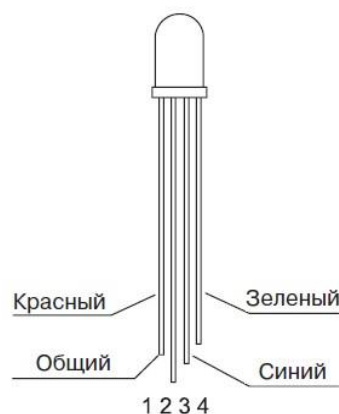
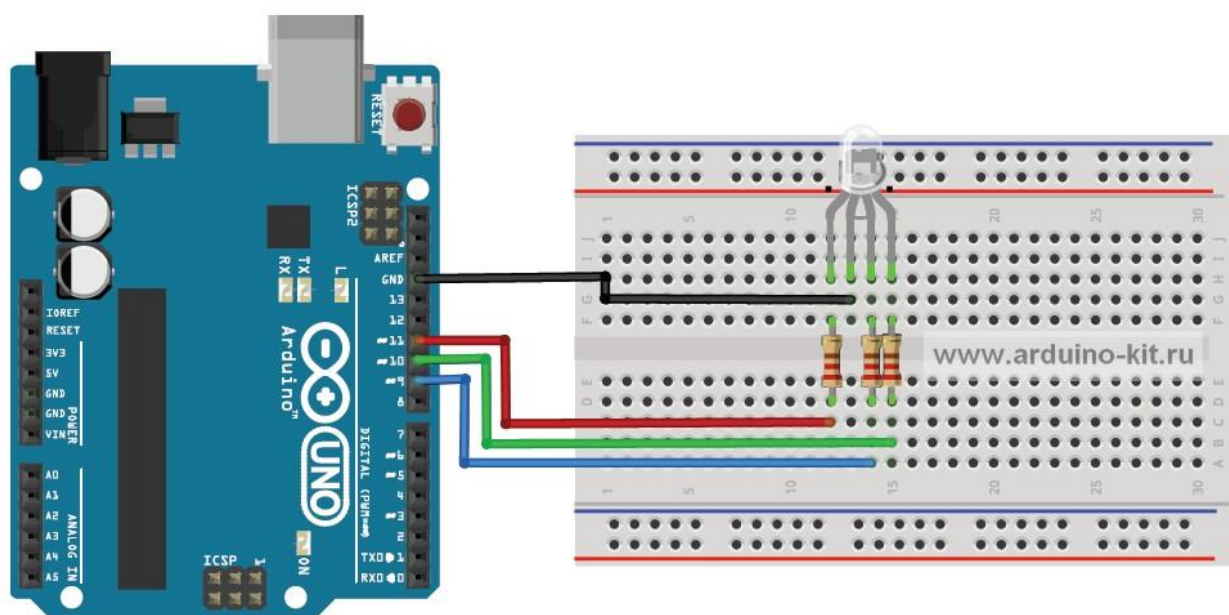

Рис. 5.2. Выводы RGB-светодиода
Рис. 5.3. Схема подключения RGB-светодиода
которые смогут синтезировать любой цвет или оттенок. RGB-светодиод имеет 4 вывода (см. рис. 5.2). Подключим RGB-светодиод к плате Arduino и заставим переливаться его цветами радуги. На рис. 5.3 показана схема подключения RGB-светодиода к плате Arduino.
2. Подключаем RGB-светодиод по схеме на рис. 5.3.